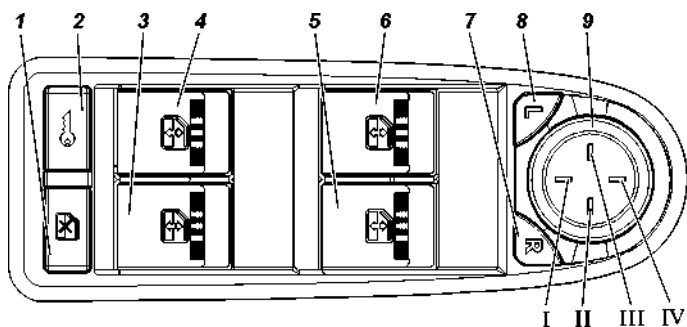

Рис. 3.14. Модуль переключателей двери водителя с мультиплексным управлением:
Система может быть переведена в режим быстрой разблокировки двери водителя, когда при однократном нажатии на кнопку 2 ПДУ или повороте ключа в замочной скважине водительской двери происходит только разблокировка двери водителя, а при повторном нажатии на кнопку 2 ПДУ или кнопку 2 (рис. 3.14) МДВ - разблокировка остальных боковых дверей и двери задка.
-нажать выключатель 2 (рис. 3.14) МДВ. Каждое нажатие производит блокировку или разблокировку замков.
Управление положением стекла производится выключателями, расположенными на подлокотниках соответствующих дверей автомобиля. На подлокотнике двери водителя выключателями 3,4,5,6 (рис. 3.14), осуществляется управление перемещением положения стекол боковых дверей.
Управление электроприводом левого и правого наружных зеркал производится единым переключателем 9 (рис. 3.14), расположенным на МДВ. Выбор подлежащего регулировке по командам от переключателя зеркала производится одним из выключателей 7 или 8 МДВ — кнопок выбора зеркала. Одновременная регулировка положения левого и правого зеркал невозможна.